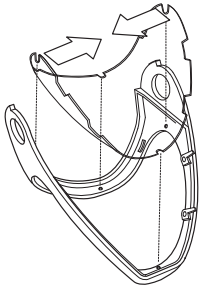

Fig. 1
3. Turn all four L-shaped latches a quarter-turn (all the way against their stops), so they point toward the bottom edge of the faceshield. (Fig. 1)
2. Hold the helmet (or the faceshield frame, if removed from the helmet) so the faceshield frame is oriented as shown in Fig. 1.
3. Tourner les quatre verrous en L de un quart de tour (jusqu'à ce qu'ils atteignent la fin de leur course) de manière qu'ils pointent vers le fond de l'écran facial. (Fig. 1)
2. Tenir le casque (ou le cadre de l'écran facial s'il a été retiré du casque) en l'orientant comme l'illustre la figure 1.
3. Gire los cuatro seguros en forma-L un cuarto de vuelta (completamente contra sus topes) de tal modo que apunten hacia el borde inferior del visor. (Fig. 1)
2. Sostenga el casco (o el marco del protector facial si lo sacó del casco) de manera que el marco del protector facial quede orientado como se muestra en la Fig. 1.
3. Dê um quarto de giro a todas as quatro travas em forma de L (por completo até que parem), de modo que se voltem para a extremidade inferior do protetor facial. (Fig. 1)
2. Segure o capacete (ou o visor, se removido do capacete) de modo que o visor esteja orientado como mostrado na Fig. 1.